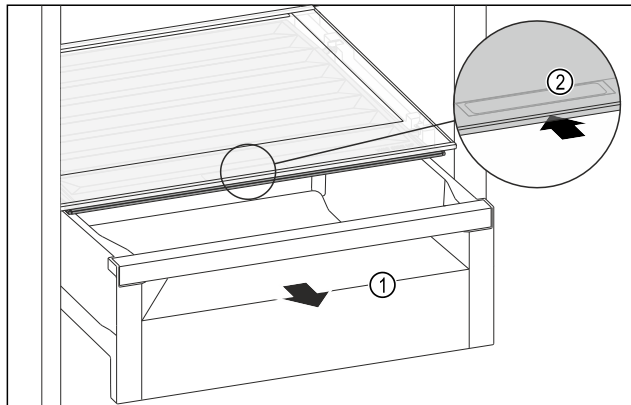

Fig. 147
- ▶ Витягніть висувний ящик Fig. 147 (1).
- ▶ Візьміться за потайну ручку Fig. 147 (2) на кришці відділення й одночасно посуньте кришку відділення назад.